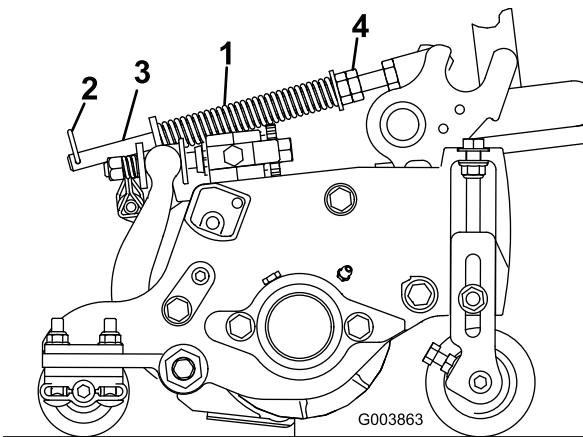

Figura 17
1. Asegúrese de que el pasador de horquilla está instalado en el taladro del extremo de la varilla del muelle (Figura 17).
2. Apriete las tuercas hexagonales del extremo delantero de la varilla del muelle hasta que la longitud comprimida del muelle sea de 15,9 cm (Figura 17).
Nota: Si es necesario retirar la unidad de corte de la máquina, mueva la chaveta al taladro delantero de la varilla del muelle (Figura 17). Asegúrese de mover la chaveta de nuevo al taladro trasero de la varilla del muelle después de volver a instalar la unidad de corte en la máquina.